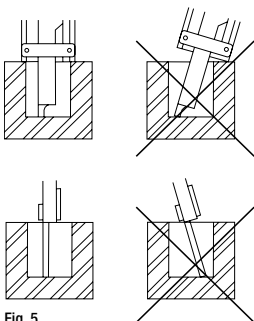

Fig. 5
- **Medición de la Profundidad:** Coloque la varilla de medición de profundidad (3) perpendicularmente a la parte inferior de la pieza que sea desea medir (Fig. 5).